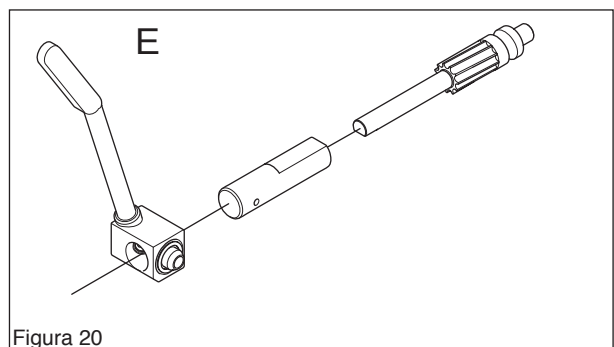

Figura 20
La bomba de aceite (E) no es ajustable. (Ver la figura 20.)